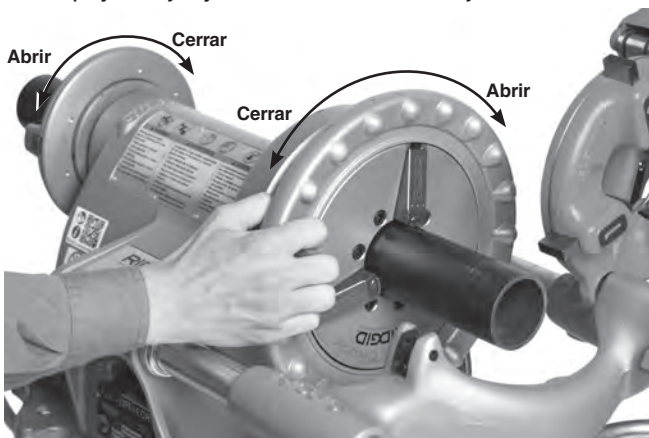

Figura 14 – Colocación del tubo en el mandril
4. Gire el dispositivo de centrado trasero a la izquierda (mirando desde la parte de atrás de la máquina) para encerrar el tubo (Figura 14). Asegure que el tubo esté centrado en las piezas de inserción. Así el tubo se apoya mejor y los resultados son mejores.
5. Gire el volante del mandril delantero hacia la izquierda (mirando desde el frente de la máquina), para apretar el mandril contra el tubo. Asegure que el tubo esté centrado en las piezas de inserción. Gire el volante enérgicamente varias veces hacia la izquierda para fijar el tubo en el mandril delantero (Figura 14).